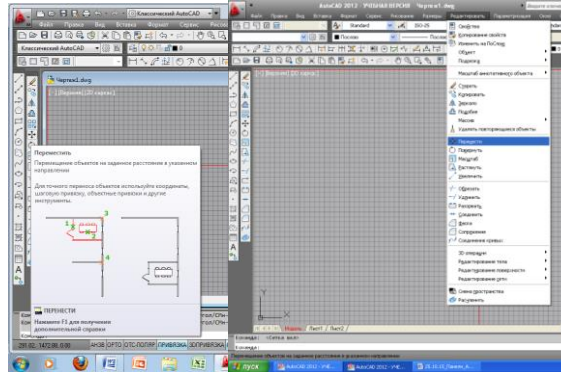

Рисунок 5.14 - Команда «Перенести»
- щелчком мыши по кнопке  на панели инструментов «Редактирование», из строки меню «Редактировать» - «Перенести» (рисунок 5.14).